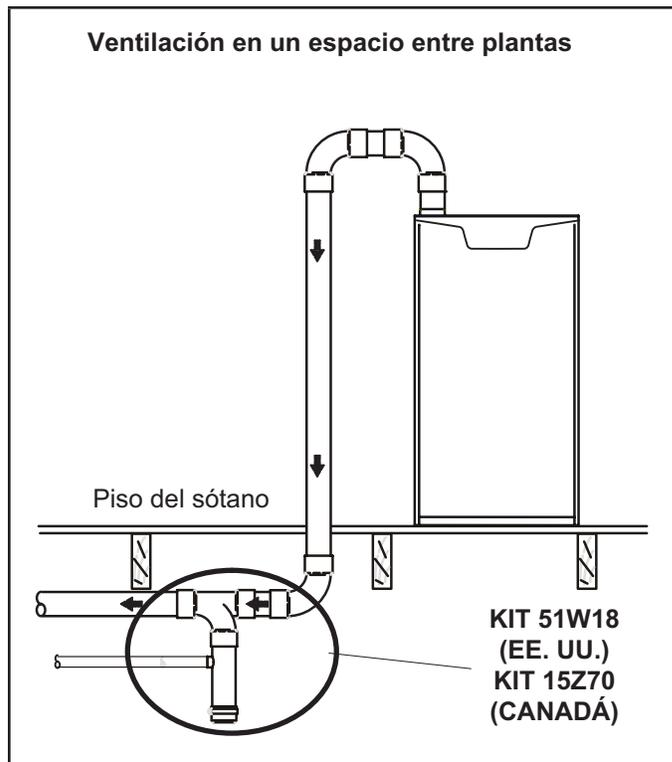

FIGURA 47
Lennox proporciona el kit 51W18 (EE. UU.) y el kit 15Z70 (Canadá) para instalar tubería de escape de PVC de 2" o 3" a través de las vigas del piso al espacio entre plantas. Ver FIGURA 47. Este kit también se puede usar como drenaje suplementario para instalaciones con retroceso de condensado en la tubería de ventilación (es decir, secciones horizontales largas, espacios no acondicionados, etc.).
- 2 - Use un destornillador grande de punta plana o una extensión de la boquilla de accionamiento de 1/2" y retire el tapón (Figura 47) de la caja del cabezal del extremo frío en la ubicación apropiada en el costado de la unidad. Instale el accesorio del codo macho hembra de 3/4 NPT en la caja del cabezal del extremo frío. Use cinta de Teflón o un recubrimiento para tuberías apropiado.